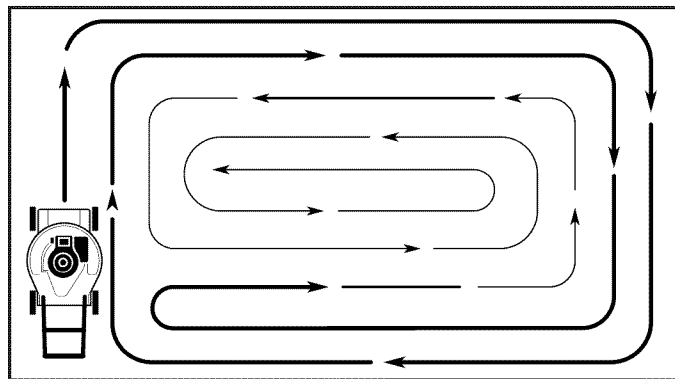

FIG. 10
- Si las segadoras de descarga lateral cortan en una dirección contraria a las manillas del reloj, si se empieza en la parte de afuera del área que se va a cortar, se repartirán los recortes del césped en forma más pareja y el motor se cargará menos. Para evitar que los recortes caigan en los senderos, en las flores, etc., haga los primeros cortes en la dirección de las manillas del reloj (vea Fig. 10).